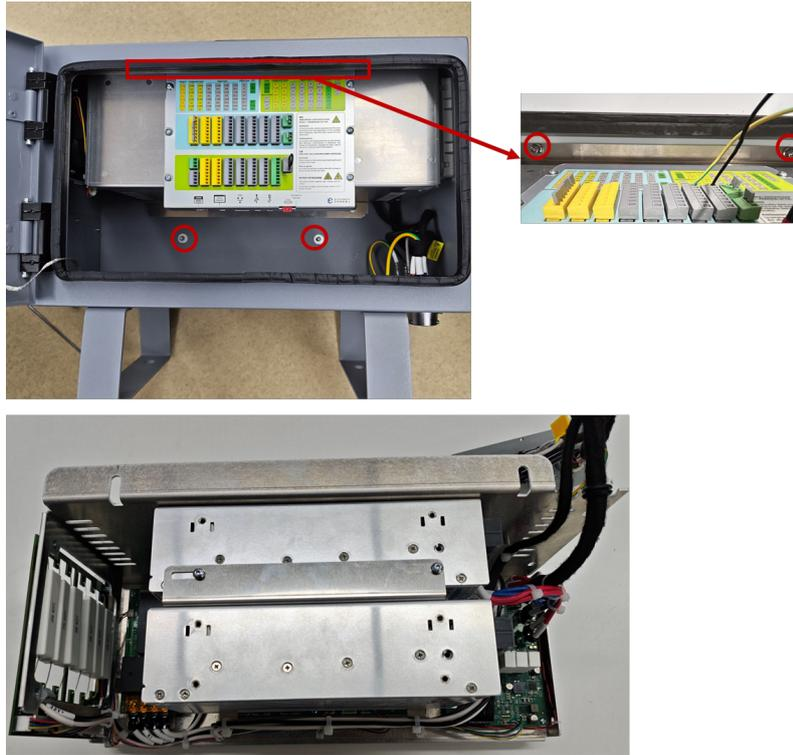

图 3-29: 取出安装模块
1. 将控制柜平躺，松开安装钣金模块的 4 颗螺母，断开风扇连接线，断开示教器线缆，取出安装模块并将其至于箱体支架上，如图 3-29所示；